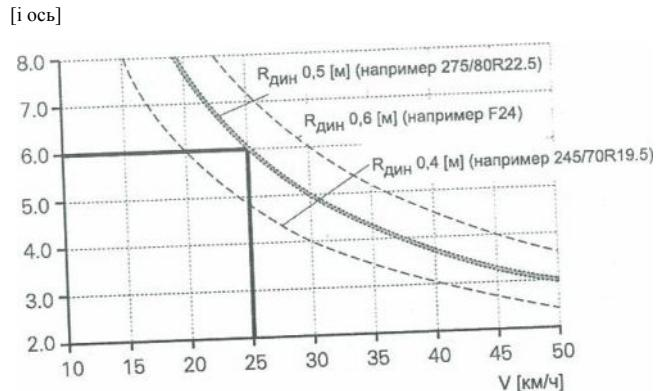

Рис. 9
- . макс допустимая скорость буксировки определяется зависимостью от передаточного отношения осей и размера шин по диаграмме (Рис. 9).